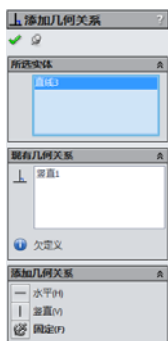

图 2-97 “添加几何关系”属性管理器
2. 利用“添加几何关系”属性管理器删除几何关系。以图 2-97 所示为例，在“添加几何关系”属性管理器中选取“竖直”几何关系，然后单击属性管理器中的“删除”按钮。如果要删除项目实体的所有几何关系，单击属性管理器中的“删除所有”按钮。